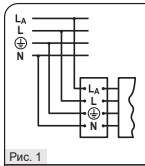

Рис. 1
- Присоедините концы подготовленного кабеля к клеммам L, L, N, ⊕ выведенным из корпуса светильника провода (Рис. 1).